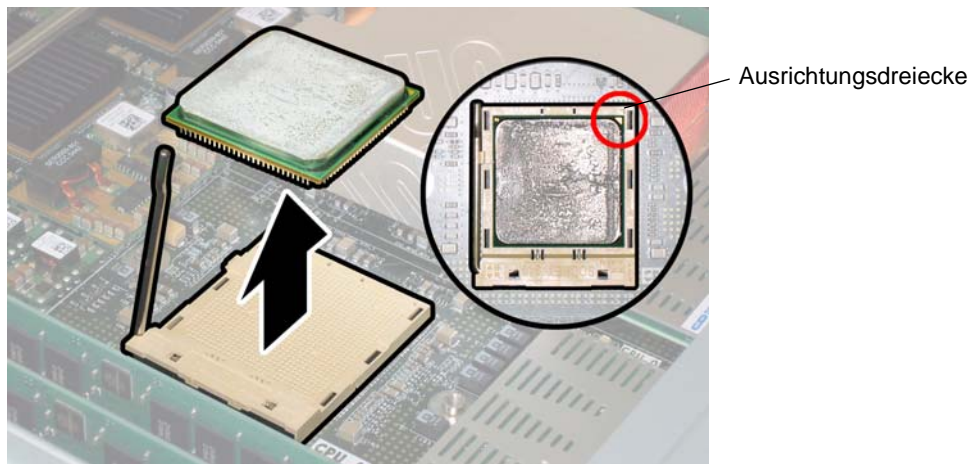

ABBILDUNG 3-11 Entfernen der CPU aus dem Sockel
- e. Belassen Sie den Feststellhebel in der senkrechten Position, und heben Sie die CPU aus dem Sockel heraus. Siehe ABBILDUNG 3-11.
- c. Richten Sie die CPU wie in **ABBILDUNG 3-11** dargestellt im Sockel aus.
Hinweis – Richten Sie das in einer Ecke der CPU aufgedruckte Dreieck auf das kleine Dreieck am CPU-Sockel aus, wie in dem roten Kreis in **ABBILDUNG 3-11** dargestellt.